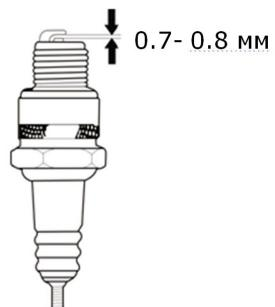

Рис. 39
4. Проверьте зазор между электродами. Он должен составлять 0.7-0.8мм. При необходимости отрегулируйте зазор (рис. 39).